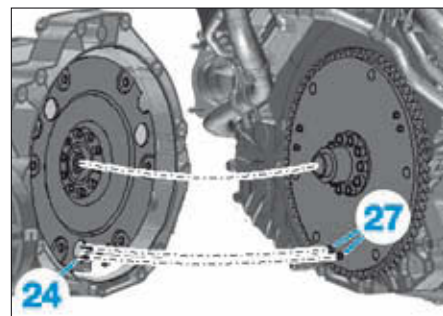

FIG. 89
- Dans le cas où le plateau d'entraînement est monté avec des fixations (27), les faire correspondre avec un grand évidement du volant moteur (24) (Fig.89).